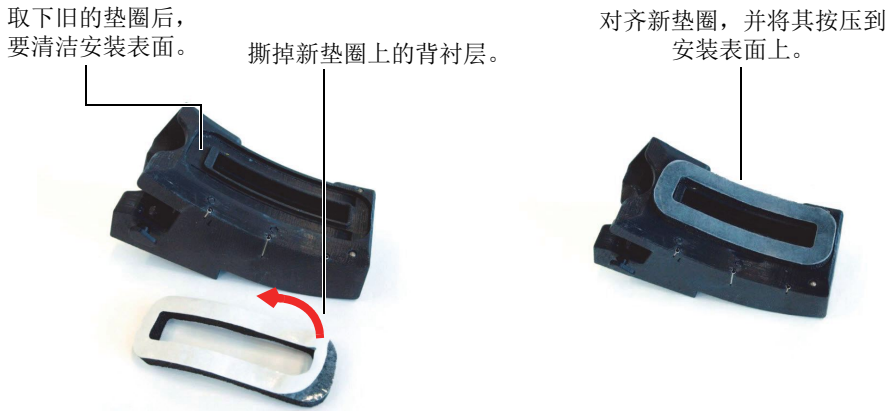

图 5-3 更换泡沫垫圈
1. 撕下旧的垫圈，如果需要，仔细地清洁安装表面（参见第49页的图 5-3）。